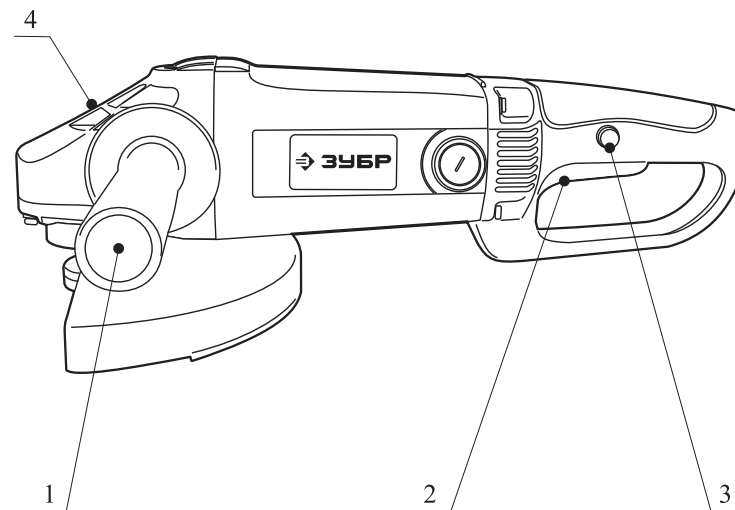

Рисунок 1.
4.1 Общий вид углошлифовальной машины представлен на рис. 1
4.4 Для защиты от случайного включения данная модель угловой шлифовальной машины оборудована системой "безопасного пуска", для включения необходимо нажать кнопку 3 (рис.1) и только после этого с помощью выключателя 2 (рис.1) осуществить пуск машины.